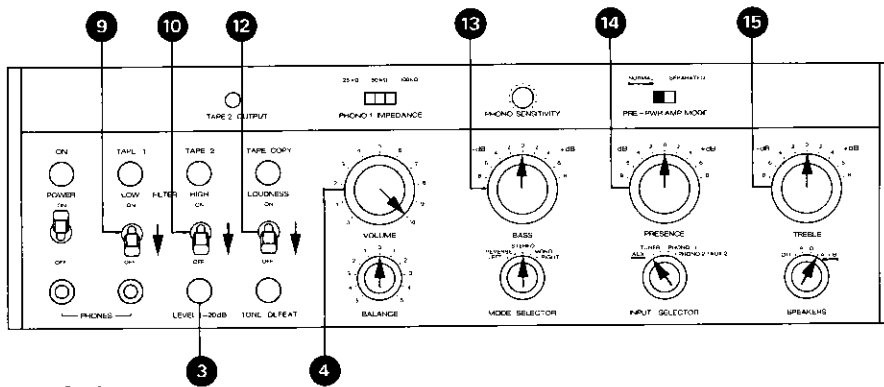

Fig. 5.2.-1
- Bedienungselemente gemäss Fig. 5.2.-1 einstellen.
- Klirrfaktor-Messgerät an Ausgang SPEAKERS A (43) oder B (42) anschliessen.
- NF-Generator an Eingang AUX 1 (32) anschliessen.
- Adjust all operating controls as per fig. 5.2.-1.
- Connect distortion meter to output SPEAKER A (43) or B (42).
- Connect audio generator to input AUX 1 (32).
- Réglez les éléments de commande selon fig. 5.2.-1.
- Branchez le distorsiomètre à la sortie SPEAKERS A (43) ou B (42).
- Branchez le générateur BF à l'entrée AUX 1 (32).
- Voltmeter an Ausgang SPEAKERS A (43) oder B (42) anschliessen.
- Connect audio voltmeter to output SPEAKERS A (43) or B (42).
- Connect audio generator to input AUX 1, (32).
- Branchez le voltmètre à la sortie SPEAKERS A (43) ou B (42).
- Branchez le générateur à l'entrée AUX 1 (32).
- Voltmeter an linken Ausgang SPEAKERS A (43) oder B (42) anschliessen.
- NF-Generator an linken Eingang AUX 1 (32) anschliessen.
- Connect audio voltmeter to the left channel output SPEAKERS A (43) or B (42).
- Connect audio generator to the left channel input AUX 1 (32).